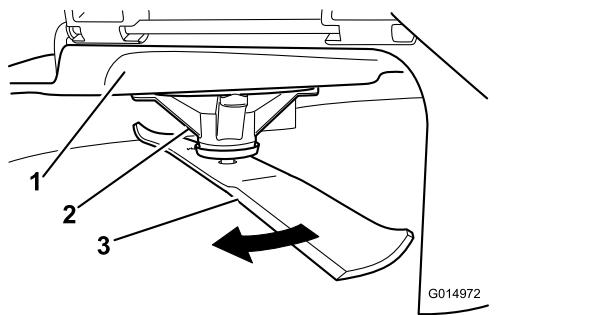

Figure 65
2. Enfilez des gants épais ou utilisez une autre protection adéquate pour les mains, et faites tourner la lame lentement jusqu'à une position permettant de mesurer correctement la distance entre le tranchant et la surface plane sur laquelle se trouve la machine (Figure 65).